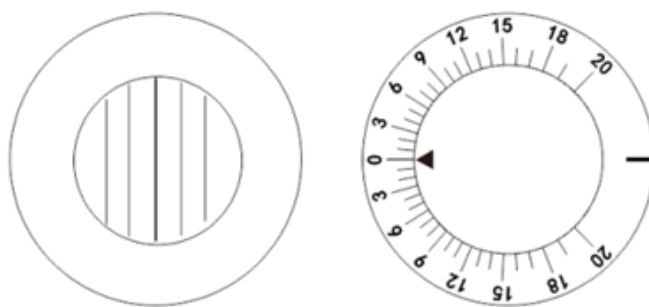
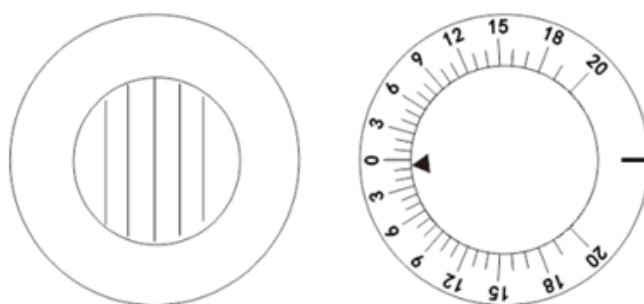

Fig.48
Fig.49
b. Apoi măsurați foria verticală. După cum se arată în Fig.48, rotiți butonul auxiliar al lentilei ② și setați MRRV pentru ochiul drept. Rotiți lentila cu prismă de rotație ② pentru a seta ochiul stâng în poziție orizontală. Acum, Testee poate vedea linia roșie orizontală cu ochiul drept și punctul de lumină cu ochiul stâng. Apoi, folosind aceeași procedură de a, întrebați Testee când poate vedea linia roșie și punctul luminos se întâlnesc în timp ce rotește butonul de rotație al lentilei prisme ①. Când este prezentat ca Fig.49, Testee raportează că se întâlnesc, este 0,5, sub 0, indicând ochiul stâng este $0,5\Delta D$, numit heteroforie $0,5\Delta$ în sus.